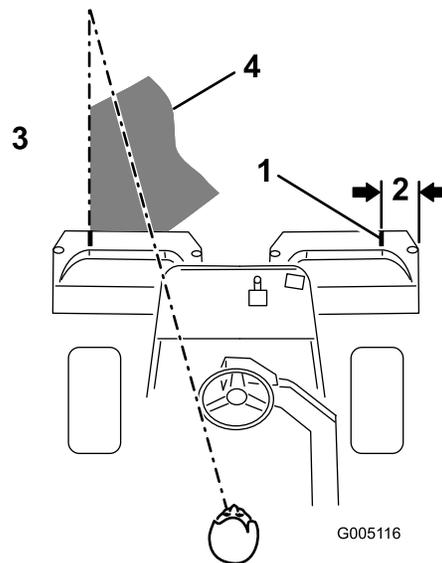

Figura 25
**Nota:** Para cortar em linha reta ao longo do relvado e de modo a conseguir manter uma distância equitativa entre a extremidade da zona de corte anterior, estabeleça uma linha imaginária de aproximadamente 1,8 a 3 metros à frente da máquina até a extremidade da zona por cortar (Figura 25). Alguns operadores acham útil incluir a borda exterior da roda motriz na linha imaginária; por exemplo, mantenha a extremidade da roda motriz alinhada com um ponto que se mantém sempre à mesma distância da dianteira da máquina.